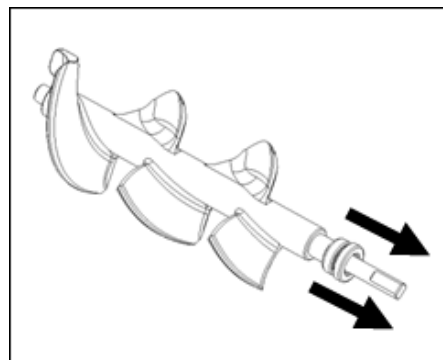
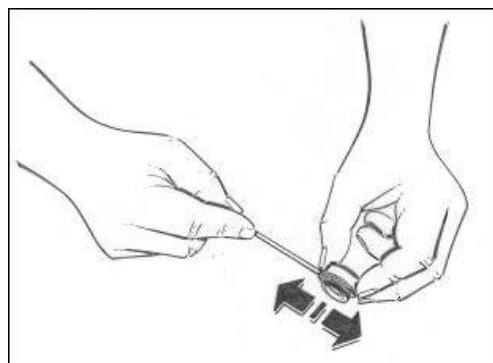

Fig. 10
Fig. 11
- Rimuovere la guarnizione posteriore (Fig. 10) e pulirla con la spazzola in dotazione per rimuovere qualsiasi residuo di cibo eventualmente presente (Fig. 11).